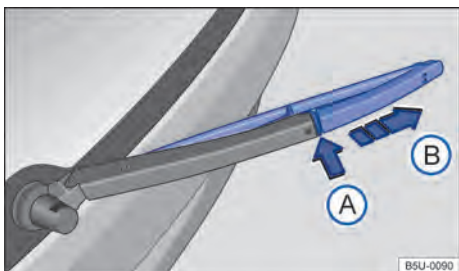

Fig. 167 Substituir a palheta do limpador do vidro traseiro.
- Manter o botão de destravamento → Fig. 167 ❶ pressionado.
- Retirar a palheta do limpador do vidro traseiro no sentido da seta ❷.